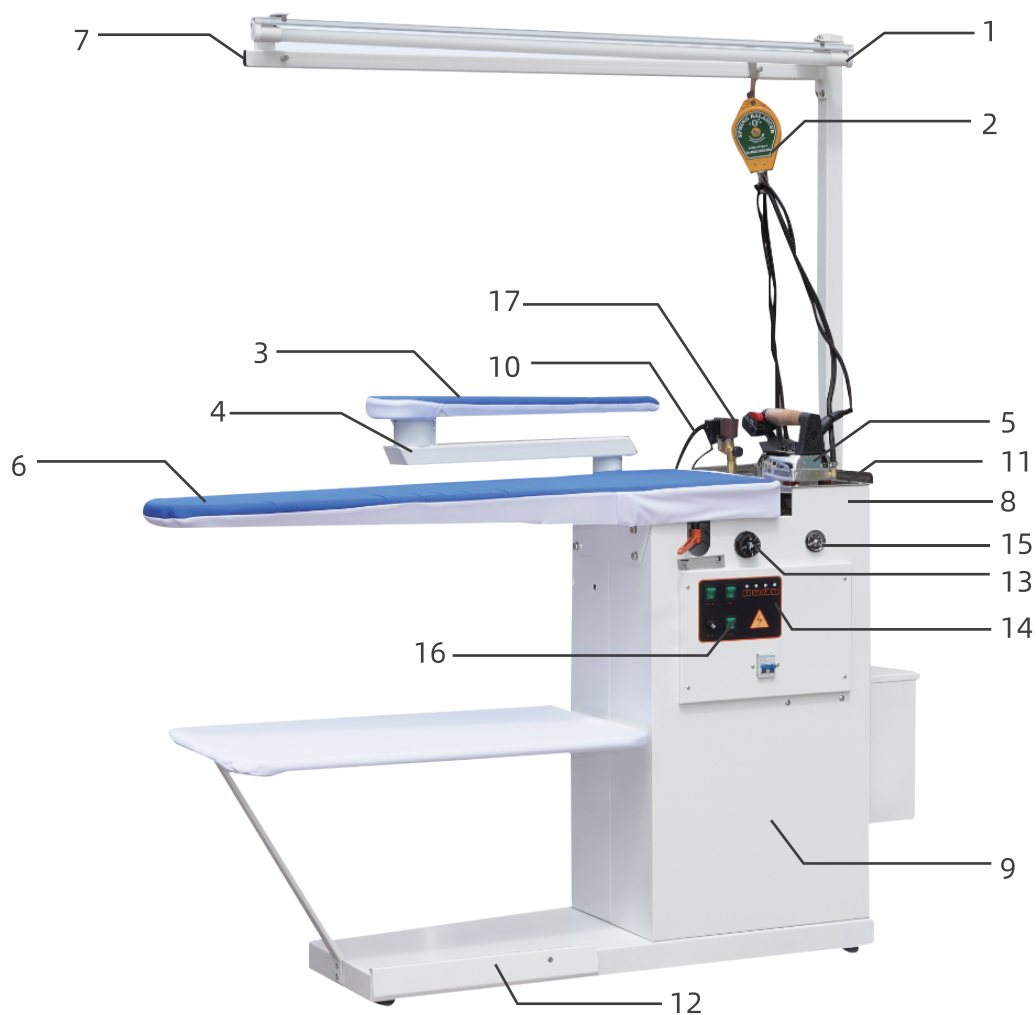
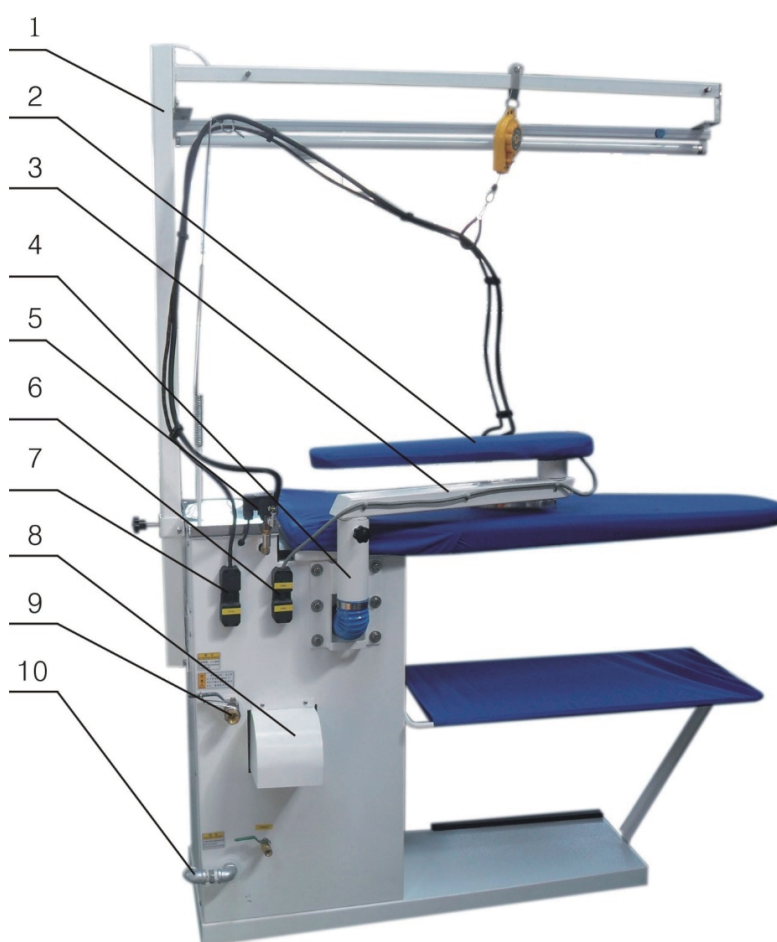

Figura 1 NS-TDZG-Q III mesa de passar roupa tipo bico de pato com caldeira (frente)
Figura 2 NS-TDZG-Q3 mesa de passar roupa tipo bico de pato com caldeira
parafuso de fixação manual. Gire a roda (botão da alça) para fixá-la. Após a instalação, conecte o plugue de alimentação à tomada na extremidade direita (consulte o item 16 da Figura 1).
b. Insira os componentes do braço e o suporte do braço oscilante no suporte do braço oscilante e no tubo de sucção na parte traseira da mesa de passar roupa (consulte o item 4 da Figura 2) e deixe-os girar livremente. Em seguida, conecte o plugue de alimentação do aquecimento da braço à tomada de alimentação do aquecimento do braço de passar (consulte o item 6 da Figura 2) na parte traseira.
c. Enrosque a extremidade roscada da barra de aço redonda dos componentes da barra de mola na porca no canto traseiro direito do suporte de ferro (consulte o item 11 da Figura 1), trave-a com a porca para evitar que a barra se solte e, em seguida, encaixe a barra de mola sobre a barra de aço redonda.
d. Conecte o cabo de alimentação do ferro a vapor elétrico ao terminal de ligação do plugue específico. Atenção: a conexão de cada extremidade do cabo e do plugue deve ser feita de acordo com a posição e o número indicados no diagrama elétrico! Em seguida, conecte o plugue à tomada (consulte o item 7 da Figura 2). Depois, encaixe a mangueira de alimentação de vapor do ferro na válvula solenoide de descarga de vapor da caldeira (consulte o item 5 da Figura 2) e fixe-a com as presilhas para evitar vazamentos ou quedas de vapor.
e. Por fim, conecte o cabo de alimentação (consulte o item 17 da Figura 1) à tomada sob o interruptor de isolamento (o interruptor de isolamento e a tomada devem ser fornecidos pelo usuário e a capacidade não deve ser inferior a 15 A).
1. Após montar a mesa de passar roupa, conecte o cabo de alimentação à tomada e ligue a energia. Ao mesmo tempo, conecte a fonte de água da caldeira (à entrada do tubo de conexão no canto inferior direito da parte traseira da mesa de passar roupa, consulte o item 12 da Figura 2). É permitido conectar um trecho de mangueira para retirar água do reservatório de plástico — é melhor usar água amaciada.
Quando a pressão do vapor cai para um determinado nível, o controlador de pressão PK aciona o circuito de aquecimento para reaquecer e manter a pressão do vapor em torno de 0,4 MPa, garantindo a qualidade do fornecimento de vapor sem necessidade de cuidados especiais. Em geral, basta monitorar o manômetro (veja o item 15 da Figura 1) à esquerda da imagem com frequência.
O painel do ferro possui um interruptor de temperatura (botão). Gire este botão para a posição adequada de acordo com as características do metal da roupa a ser passada e a temperatura desejada, e o ferro manterá a temperatura de operação correta. Quando o ferro precisar de vapor para passar ou modelar, pressione o interruptor de avanço na extremidade frontal do cabo do ferro. O interruptor ativará a válvula solenoide de vapor YK2 (consulte o item 10 da Figura 1 e o item 5 da Figura 2), liberando o vapor da caldeira para o ferro.
5. Ao passar roupa no chão ou na base do ferro de passar, desligue primeiro o interruptor de alimentação do ventilador de sucção AK3 (marcado com a voluta do ventilador no painel) e, em seguida, encoste levemente o pé na base do ventilador de sucção (consulte o item 9 da Figura 1) para acioná-lo e gerar a força de sucção necessária para remover o vapor úmido e expelir o vapor pela saída de ar (consulte o item 10 da Figura 2) na parte traseira da base. Quando a base do ventilador parar de ser tocada, ele desligará automaticamente para economizar energia.
6. Esta mesa de passar roupa possui um tubo de aquecimento elétrico sob a superfície de trabalho. Após ser ligado, o tubo de aquecimento elétrico mantém o feltro e o tecido da mesa secos, favorecendo a manutenção de uma temperatura ideal nas roupas durante o processo de passar. Juntamente com o aquecimento do ferro, obtém-se o melhor resultado ao passar a roupa. À esquerda da estrutura, encontra-se um controlador de temperatura de alta qualidade, modelo NS-TDZG-Q3 (consulte o item 13 da Figura 1). Gire o botão de temperatura para a escala desejada e o controlador manterá automaticamente a temperatura correspondente para um funcionamento estável. Este controlador de temperatura permite ajustar a temperatura da superfície de trabalho para qualquer valor abaixo de 120 °C.
7. Uma alavanca (consulte o item 12 da Figura 1) para acionar a aba está localizada no canto inferior direito da área de trabalho. Girar essa alavanca alternará a sucção da área de trabalho ou a sucção do braço de passar, de modo que o local que necessita de sucção receba a força de sucção suficiente, enquanto o local que não necessita de sucção não aspirará, evitando o desperdício da capacidade do ventilador e, conseqüentemente, economizando mais energia.
f. Após cada utilização, aguarde até que a pressão do vapor caia para ≤0,1 MPa, pare de monitorar a pressão e desligue a caldeira para a próxima utilização. Alternativamente, descarregue a água do interior da caldeira através da válvula de drenagem (consulte o item 9 da Figura 2).
9. Gire a aba do interruptor (consulte o item 12 da Figura 1) para a posição do braço de passar com o braço de passar em funcionamento; assim, a sucção na seção do piso será interrompida, enquanto a sucção no braço de passar será intensificado, favorecendo a operação da mesma (o braço de passar está normalmente aberta, ou seja, ela continuará aspirando mesmo com a aba girada para a posição de sucção no piso, porém, a força de sucção será menor).
8. A estrutura está equipada com uma bomba de alimentação da caldeira no interior. Não deve haver ar dentro da bomba de água e do tubo de alimentação, formando uma "câmara de ar" em nenhum momento. Libere o ar abrindo a válvula de descarga da bomba de água (consulte o item 11 da Figura 2), quando necessário. Se a água for fornecida por meio de um balde, o balde deve estar acima da bomba de água e a água deve ser repostada regularmente.